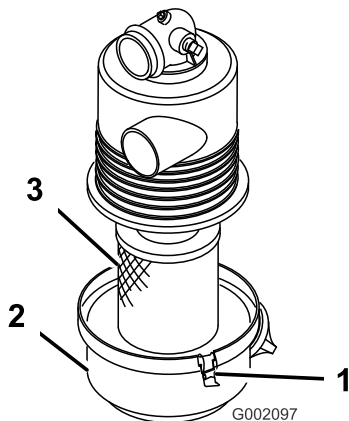

Figure 25
3. Desserrez les fixations qui maintiennent le couvercle sur le corps du filtre à air. Enlevez le couvercle du corps et nettoyez l'intérieur (Figure 25).
4. Sortez l'élément filtrant du corps du filtre avec précaution pour ne pas déloger trop de poussière (Figure 25). Évitez de cogner l'élément contre les parois du filtre.